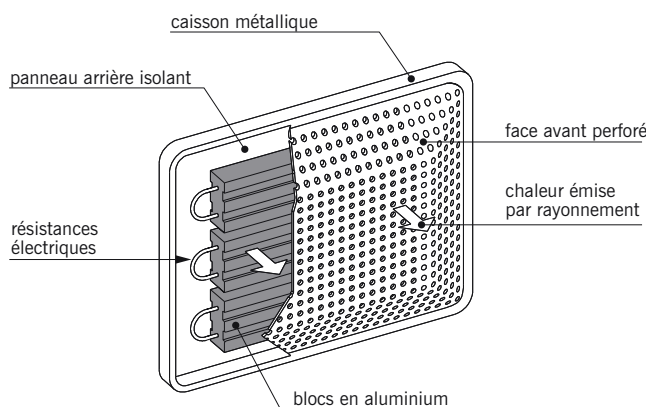

fig. 17.6
■ Le **panneau radiant** ou **panneau rayonnant** (fig. 17.6) : appareil constitué d'éléments chauffants enfermés dans un caisson métallique dont la face avant est perforée. Les éléments chauffants parcourus par des résistances électriques émettent un rayonnement infrarouge qui se transforme en chaleur au contact des personnes et des objets (meubles, murs...). La chaleur émise, comparable à celle du soleil, est homogène. Elle assure une température équilibrée dans toute la pièce, du sol au plafond. L'élément chauffant peut être :